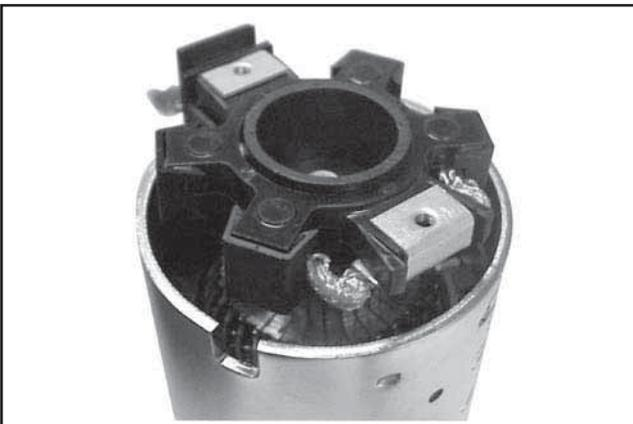

Figure 8-67. Installation du groupe support des balais avec le tuyau fourni.
- a. Maintenir le groupe de démarrage à la verticale sur l'extrémité du carter et positionner soigneusement le groupe support de balais assemblé, avec le tuyau de protection fourni, contre l'extrémité de l'armature/commutateur. Les trous des vis de montage des clips en métal doivent être orientés « vers le haut/vers l'extérieur ». Glisser le groupe support de balais en position autour du commutateur et placer l'œillet du câble de balais positif (+) dans la fente du châssis. Voir la Figure 8-67. Le tuyau de protection peut être conservé et utilisé pour des entretiens ultérieures.